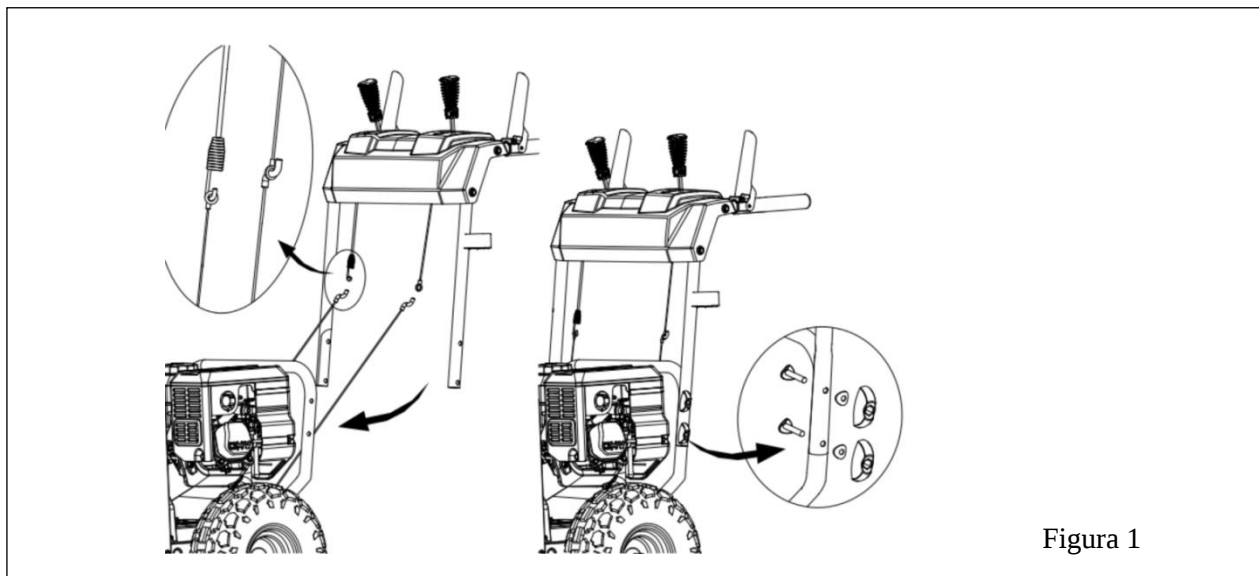

Figura 1
3. **MUY IMPORTANTE! ***** Al instalar el hardware de ensamblaje, asegúrese de que TODOS los cables estén debajo de los mangos del bastidor (superior e inferior) después de la instalación, como se indica en la Figura 1.
5. Verifique que la conexión para los cables superior / inferior de conducción / barreno sea precisa. (Ver figura 1)